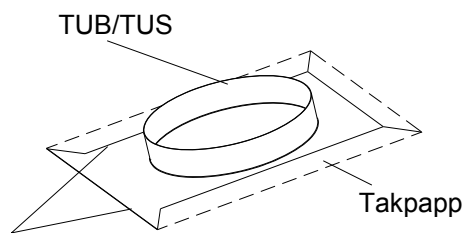

Fig. 3
4. Täta alla skarvar vid TUB/TUS med lämplig tätningsmassa, fig. 3 och 5.